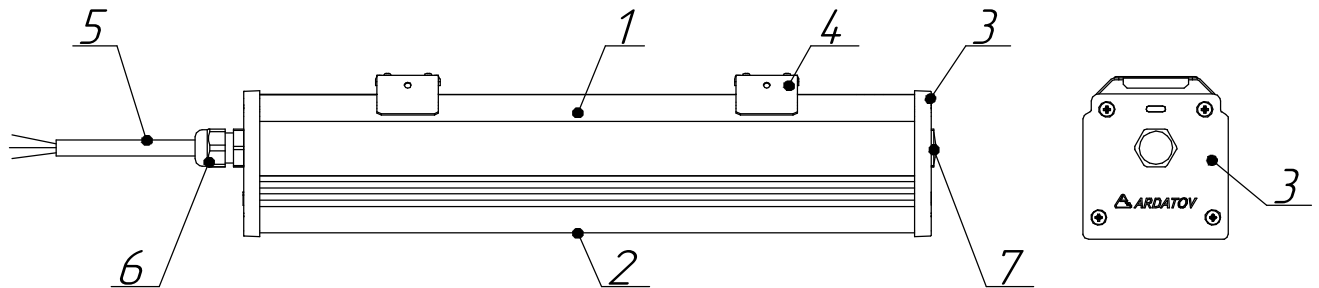

Рисунок 2 - Составные части светильника серии ДСП92
3.2 Светильник ДСП92, в соответствии с рис. 2 приложения А, состоит из корпуса поз.1 (с расположенными внутри модулем светодиодным и блоком аварийного питания с АКБ), защитного стекла поз.2, торцевых крышек поз.3, крепежных скоб поз.4, питающего кабеля поз. 5, кабельного ввода поз. 6, кнопки "ТЕСТ" поз.7. Корпус светильник изготовлен из экструзионного анодированного алюминия. Защитное стекло изготовлено из закаленного темперированного стекла. Торцевые крышки изготовлены из литого алюминия и окрашены порошковой краской. Крепежные скобы изготовлены из нержавеющей стали. Кабельный ввод изготовлен из никелированной